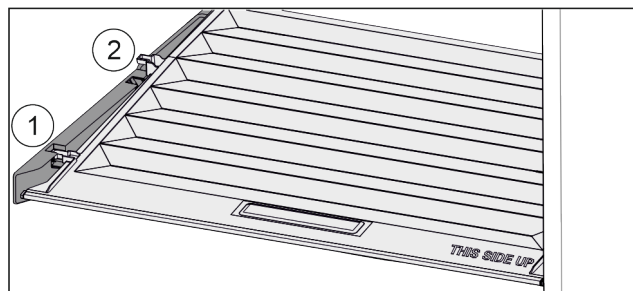

Fig. 40
- ▶ 将盖子向前拉 Fig. 40 (1)至定位件开口。
- ▶ 从下方抬起后端并向上将其移出 Fig. 40 (2)。